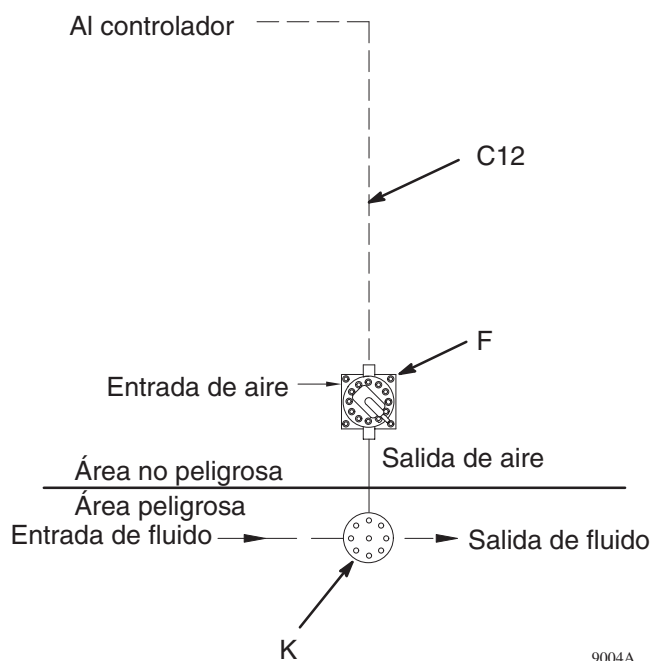

Fig. 3.21
1. Vea la Fig. 3.21. Instale el regulador de fluido (K) en la cabina de pulverización, en la línea de suministro de fluido a la pistola de pulverización. Coloque el regulador de fluido lo más cerca posible de la pistola de pulverización.
2. Instale el transductor I/P (F) en una zona que no sea peligrosa, pero lo más cerca posible del regulador de fluido. Instale el transductor sobre una superficie sin vibraciones. Se suministran 30,5 m de cable (C12) para conectar el transductor I/P al controlador.
3. Conecte una línea de suministro de aire de 10 mm como mínimo al transductor I/P (F).